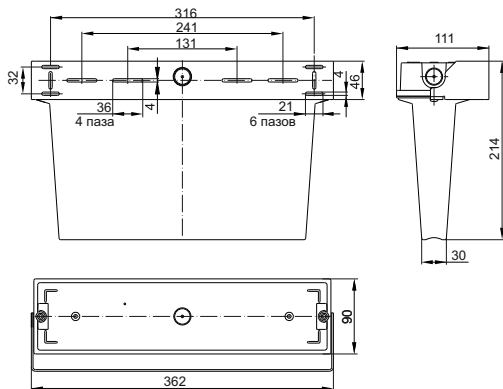

Рисунок 2 – ССА 5043-1; ССА 5043-3
4.8 Светильник серии CCA 5043-1, CCA 5043-3 монтируется на потолок и закрепляется через монтажные отверстия (рисунок 2) при помощи винтов и дюбелей (входящих в комплект поставки).